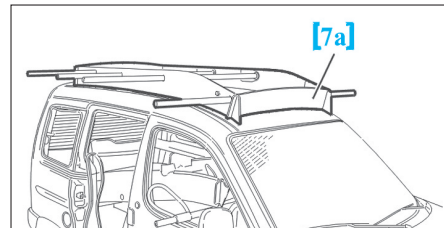

FIG. 114
- Poser l'outil [7a] sur le pavillon (Fig.114).